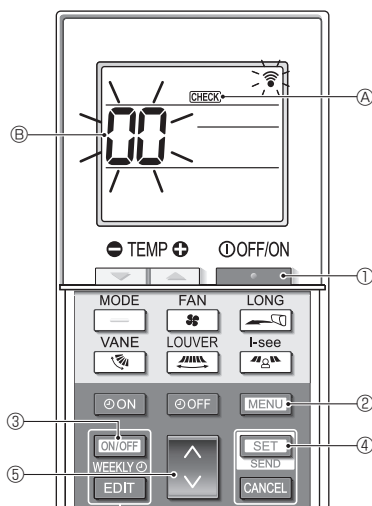

Fig. 7-6
■ Auto-vérification (Fig. 7-6)
- Appuyez sur le bouton **ON/OFF** ① pour arrêter le climatiseur.
- Si la minuterie hebdomadaire est activée (**WEEKLY** est affiché), appuyez sur le bouton **ON/OFF WEEKLY** ③ pour la désactiver (**WEEKLY** disparaît).
- Appuyez sur le bouton **MENU** ② pendant 5 secondes.
- CHECK** ④ s'allume et l'appareil entre en mode auto-vérification.
- Appuyez sur le bouton **DOWN** ⑤ pour sélectionner l'adresse de réfrigérant (adresse M-NET) ⑥ de l'appareil intérieur pour lequel vous voulez effectuer l'auto-vérification.
- Appuyez sur le bouton **SET** ④.
- Appuyez sur le bouton **ON/OFF** ①.
- CHECK** ④ et l'adresse de réfrigérant (adresse M-NET) ⑥ s'éteignent et l'auto-vérification est terminée.